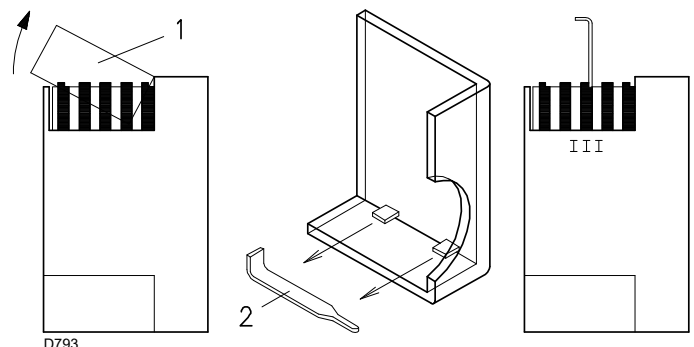

Abb. 29
- Zur Abnahme den Nockenwinkel III (Abb. 29) mit kleinen Verstellungen reduzieren, d.h. vom Winkel 15° auf 13° - 11°....
- Zur Erhöhung auf die Taste 2) (Abb. 27) "Leistungserhöhung" leicht drücken (d.h. die Gasdrossel auf 10-15° öffnen), den Nockenwinkel III (Abb. 29) mit kleinen Verstellungen vergrößern, d.h. vom Winkel 15° auf 17° - 19°....
Zur Einstellung des Nocken III ist der eingerastete Deckel 1) (Abb. 29) abzunehmen, die entsprechende Passfeder 2) (Abb. 29) herausziehen und in den Schlitz des Nocken III einzustecken.